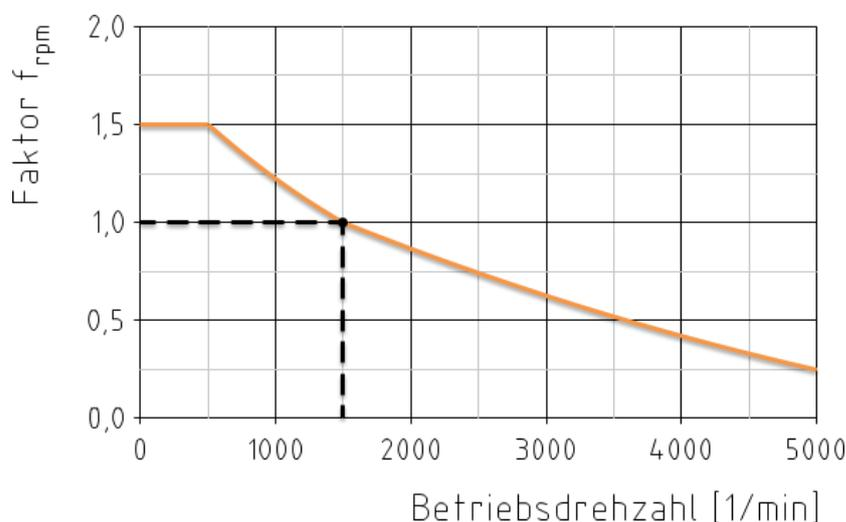

Bild 18: Diagramm der Versatzkorrektur
- Die aufgeführten radialen und winkligen Verlagerungswerte beziehen sich auf eine Referenzdrehzahl von 1500 1/min. Mit dem Diagramm der Versatzkorrektur (siehe Bild 18) erfolgt eine drehzahlabhängige Erhöhung oder Reduzierung der Verlagerungswerte durch den Faktor  $f_{rpm}$ . Die Verlagerungswerte zwischen den angegebenen Drehzahlen sind entsprechend zu interpolieren.